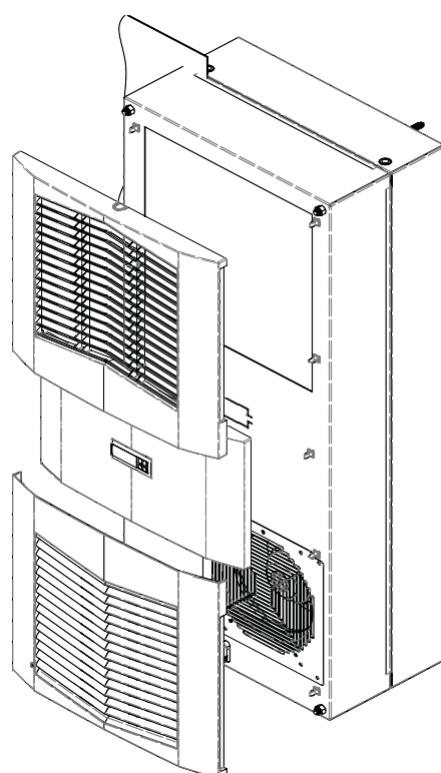

図6
14. ルーバーグリルと、必要に応じてセンターパネルを前面パネルに押し込みます。8ページの図6をご覧ください。